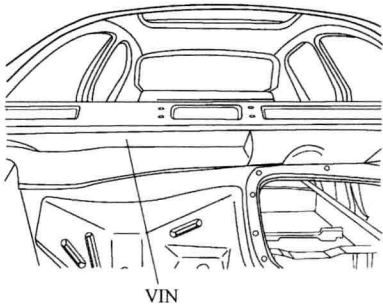

图 2-3 VIN 拓印钢印的位置
3) 发动机舱内乘客侧防火墙上, 这也是 VIN 拓印钢印的位置, 如图 2-3 所示。